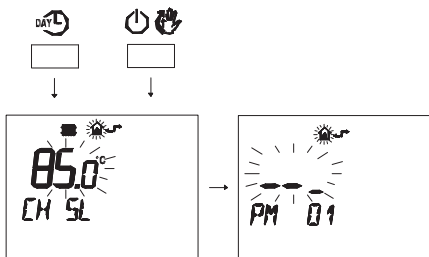

Figura 5.98
- Premere contemporaneamente i pulsanti **DAY** e **ON/OFF** per entrare nella programmazione trasparente (Figura 5.98)